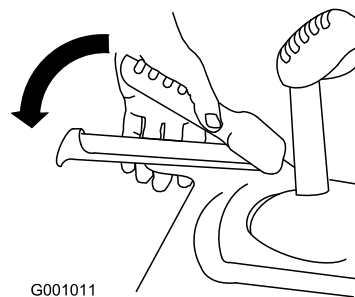

Рисунок 26
1. Для включения привода тяги прижмите левый рычаг (тяги) к рукоятке (Рисунок 26).